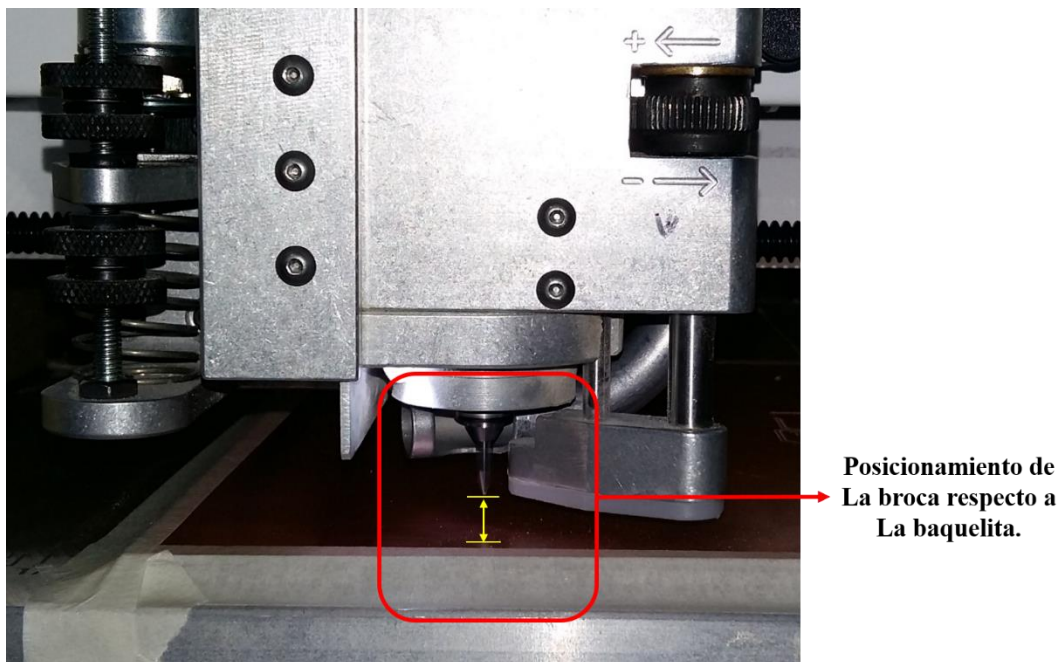

Figura 56. Distancia entre la baquelita y la herramienta (Broca).
29. Con la opción **Jog** mueva lentamente la posición del motor principal, visualizando que el instrumento (broca) este a la altura correcta como se muestra en el recuadro de la figura 56.